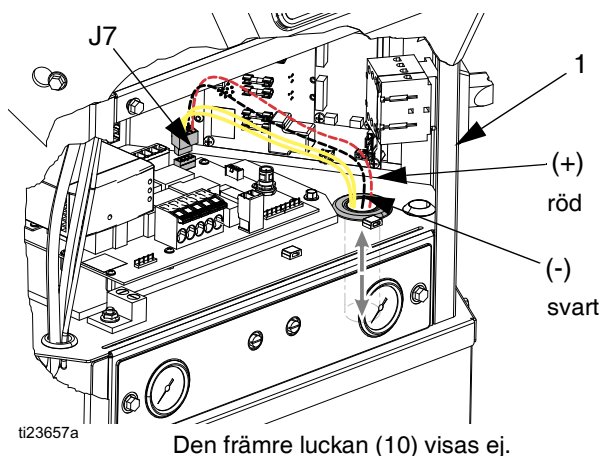

FIG. 58
3. Dra in flätkablarna i den elektriska kapslingen (1) tillsammans med transformatorkablarna. Anslut de röda och svarta flätkablarna till anslutning J7. Sätt anslutning J7 i AWB-kortet. Se FIG. 58.